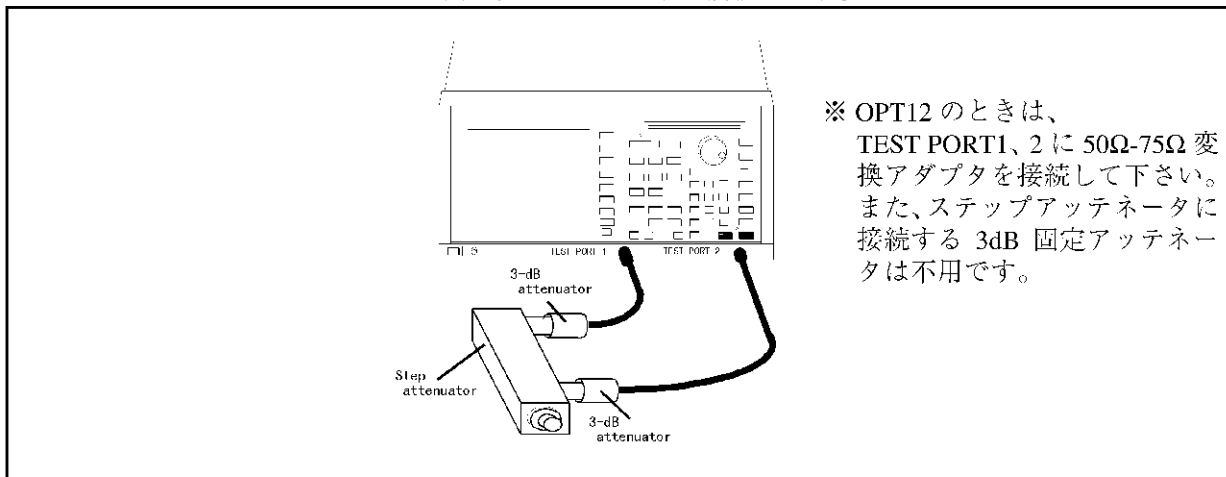

図 10-33 TEST PORT 1 のダイナミック・レベル精度測定接続
- (1) 2 個の 3dB 固定アッテネータ、ステップ・アッテネータを RF ケーブルを使用して、TEST PORT 1-TEST PORT 2 間を図 10-33 のように接続します。